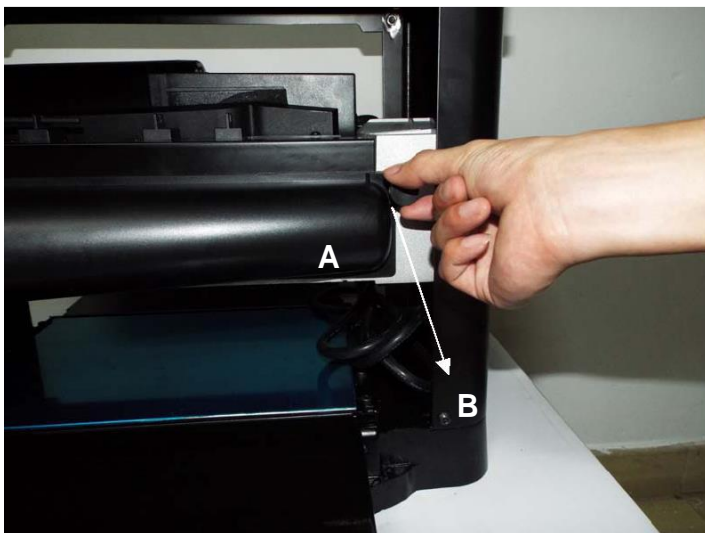
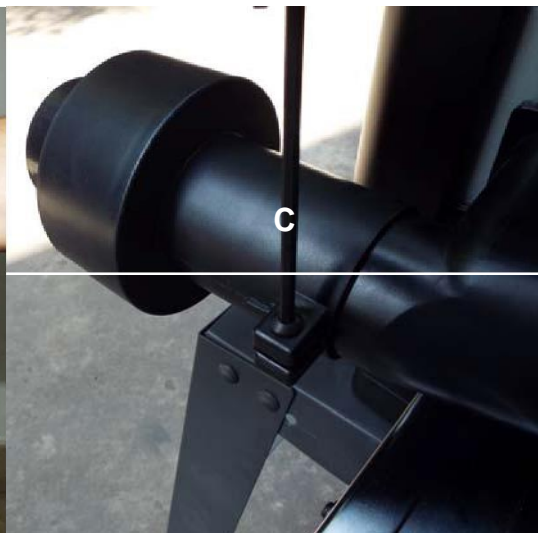

FIG 2A
FIG 2B
1. Montez la sortie poussière de 50,8mm (A) à l'arrière de la machine en utilisant 2 vis papillon (B). VOIR FIG 2A. Si nécessaire pour un tuyau d'aspiration de 63,5 ou 101,6mm, monter l'adaptateur d'aspiration à l'aide de la clé six pans fournie (C). VOIR FIG. 2B.